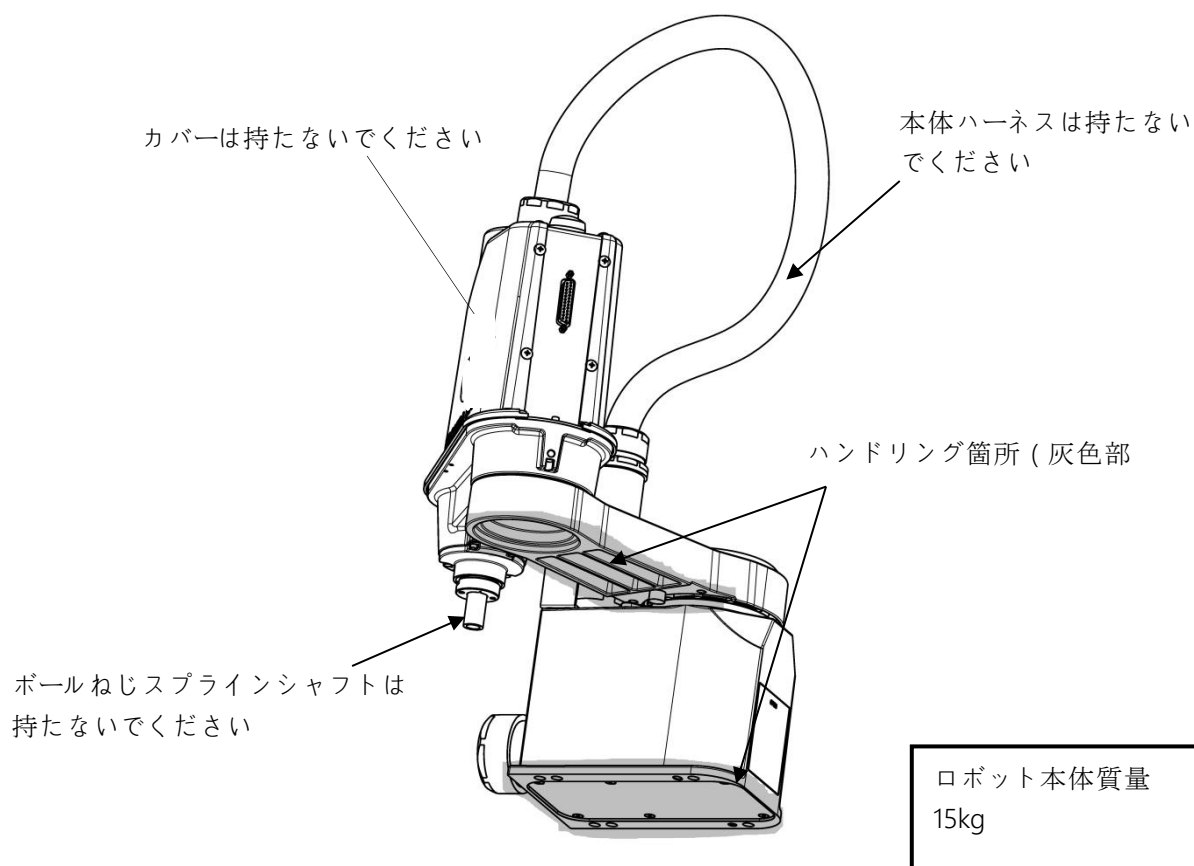

図 2.3 ロボットハンドリング箇所 (KHE-400)
ロボットを運搬する際は、原則として図 2.3 に示す状態で行ってください。
- ロボットを人手により持ち上げる際は、図 2.3 における灰色部分に手をかけてください。